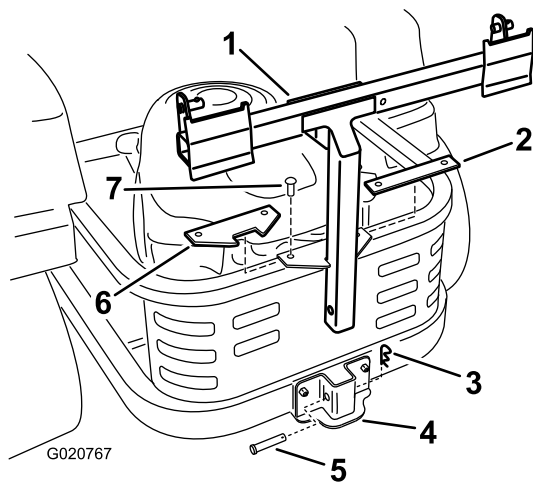

Figure 6
5. Fixez la nouvelle plaque comme montré à la Figure 6 avec les fixations retirées précédemment.
6. Montez le cadre du système de ramassage sur le support. Fixez le cadre du système de ramassage avec un axe de chape (1/2 x 2 1/4 po) et une goupille fendue (Figure 6).